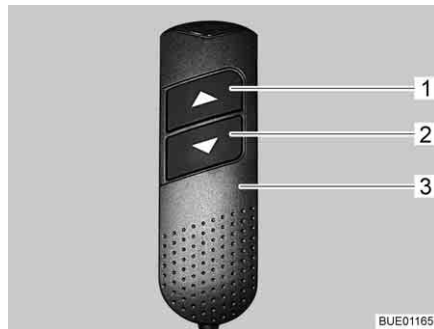

Fig. 78 Commande manuelle
- Sur la commande manuelle (Fig. 78,3), appuyer en même temps sur les touches fléchées (Fig. 78,1 et 2) et les maintenir pressées jusqu'à ce que le lit escamotable soit entièrement remonté et qu'un bip sonore soit audible.
- Sur la commande manuelle (Fig. 78,3), appuyer sur la touche fléchée inférieure (Fig. 78,2) et la maintenir pressée jusqu'à ce que le lit escamotable soit descendu en position finale.
- Sur la commande manuelle (Fig. 78,3), appuyer sur la touche fléchée supérieure (Fig. 78,1) et la maintenir pressée jusqu'à ce que le lit escamotable soit monté en position finale.
- Après la réinitialisation, déplacer le lit escamotable avec la touche fléchée (Fig. 78,1 ou 2) dans le sens inverse jusqu'en butée.